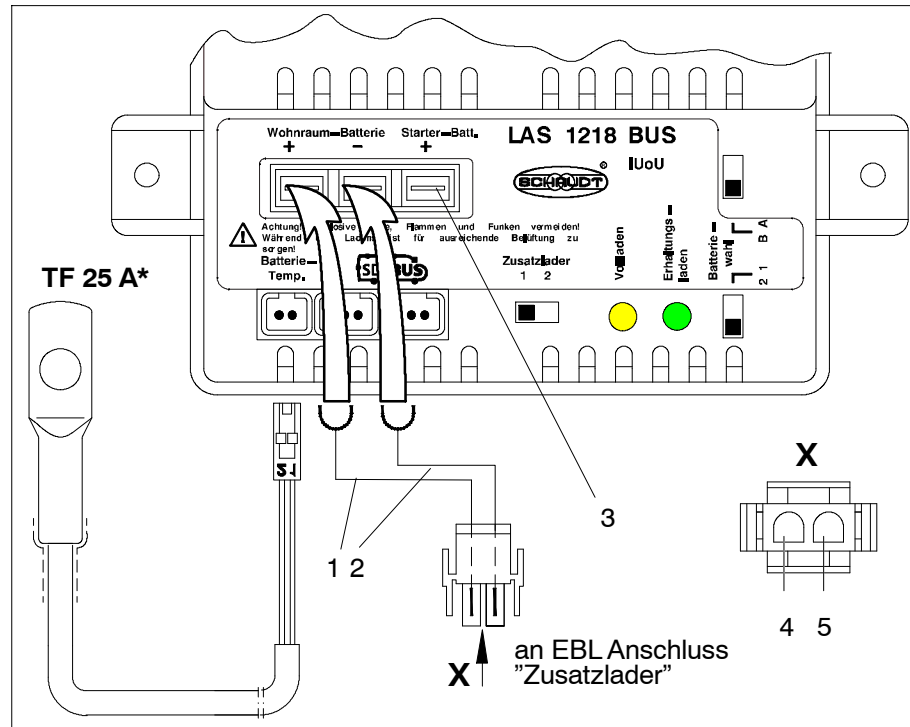

Bild 3 Anschlussbild Batterie-Ladegerät LAS 1218 BUS - an Elektroblock
- + Pol LAS 1218 BUS Wohnraumbatterie: Flachsteckhülse 6,3 x 0,8; (Bild 3; Pos. 1)
- - Pol LAS 1218 BUS: Flachsteckhülse 6,3 x 0,8; (Bild 3; Pos. 2)
- MNL-Stecker (Ansicht X, Bild 3; Pos. 4/5) bzw. Minifit-Stecker an Elektroblock, Sockel "Zusatzladegerät"; siehe auch Bedienungsanleitung Elektroblock
- 3-poliger Lumberg-Stecker an LAS 1218 BUS, SDTBUS® einstecken (Bild 3; Pos. 4)
- 3-poliger Lumberg-Stecker an Elektroblock, SDTBUS® einstecken (Bild 3; Pos. 5)